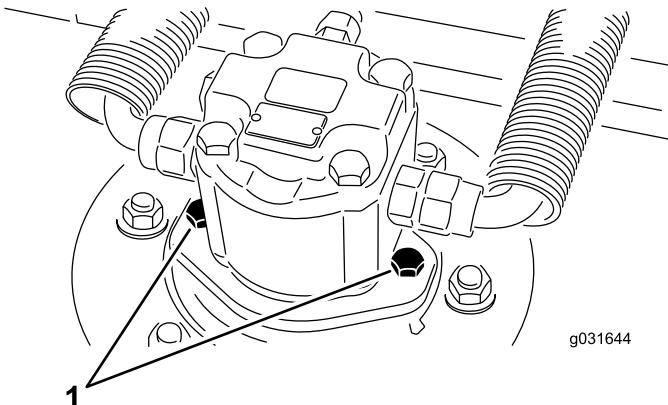

図 68
2. 油圧モータ取り付けねじを外して、デッキから油圧モータを外す 図 68。
- 油圧モータを取り付けねじで、デッキに油圧モータを取り付ける 図 68。